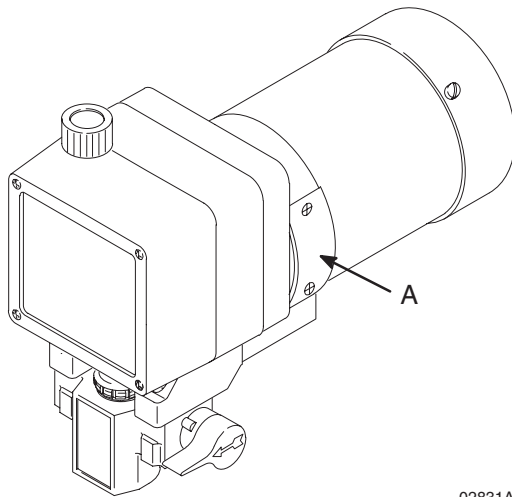

Fig. 15
1. Déposer les deux couvercles d'inspection (A) et leurs joints. Voir Fig. 15.